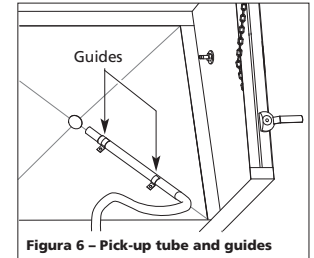

Figura 6 – Pick-up tube and guides
9. Coloque el extremo del tubo de entrada en la mitad de la cabina donde la profundidad del medio de abrasión es mayor. Hay guías metálicas para ayudar a estabilizar el tubo de recolección (ver Figura 6).